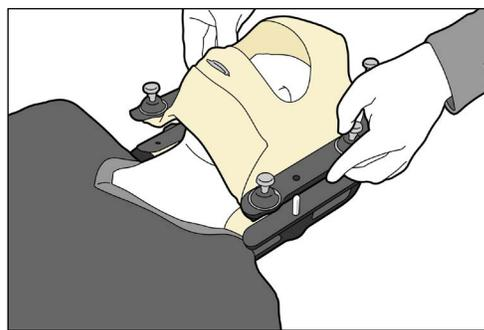

Fig. 25
3. Puxe gentilmente a máscara frontal para retirá-la do paciente. (Fig. 25)